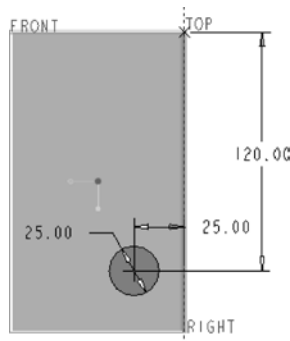

图 6-76 绘制切口剖面
- (3) 绘制图 6-76 所示的剖面, 单击 (确定) 按钮。